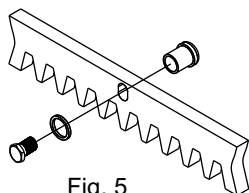

Fig. 5
**5.2.** Fijar en cada elemento de cremallera las lenguetas de soportar mediante los relativos tornillos de bloqueo,teniendo cuidado de posicionarlos en la parte superior del ojal (Fig. 5);